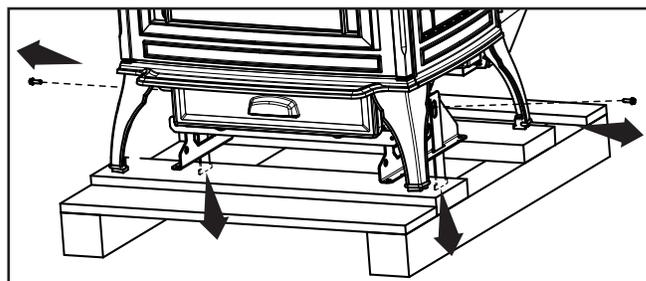

Figure 5.2
3. À l'aide d'une douille ou d'une clé de 3/8, retirez les boulons des supports latéraux de palette. Les supports latéraux de la palette vont glisser vers le bas à partir de l'appareil (Figure 5.2).